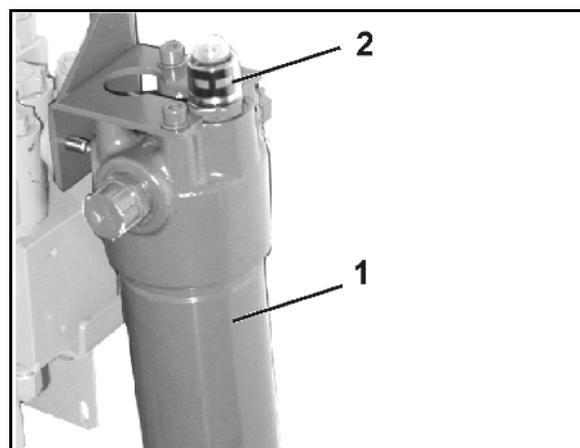

Fig. 97
1. Par l'ouverture découpée dans la face inférieure du bol de protection, dévissez le graisseur (Fig. 97/1) logé dans la mâchoire d'accouplement (Fig. 97/2) de l'arbre à cardan.
2. Retirez la vis de cisaillement (Fig. 97/4) logée entre le flasque de la mâchoire de l'arbre à cardan (Fig. 97/3) et le flasque de l'arbre d'entrée du boîtier.